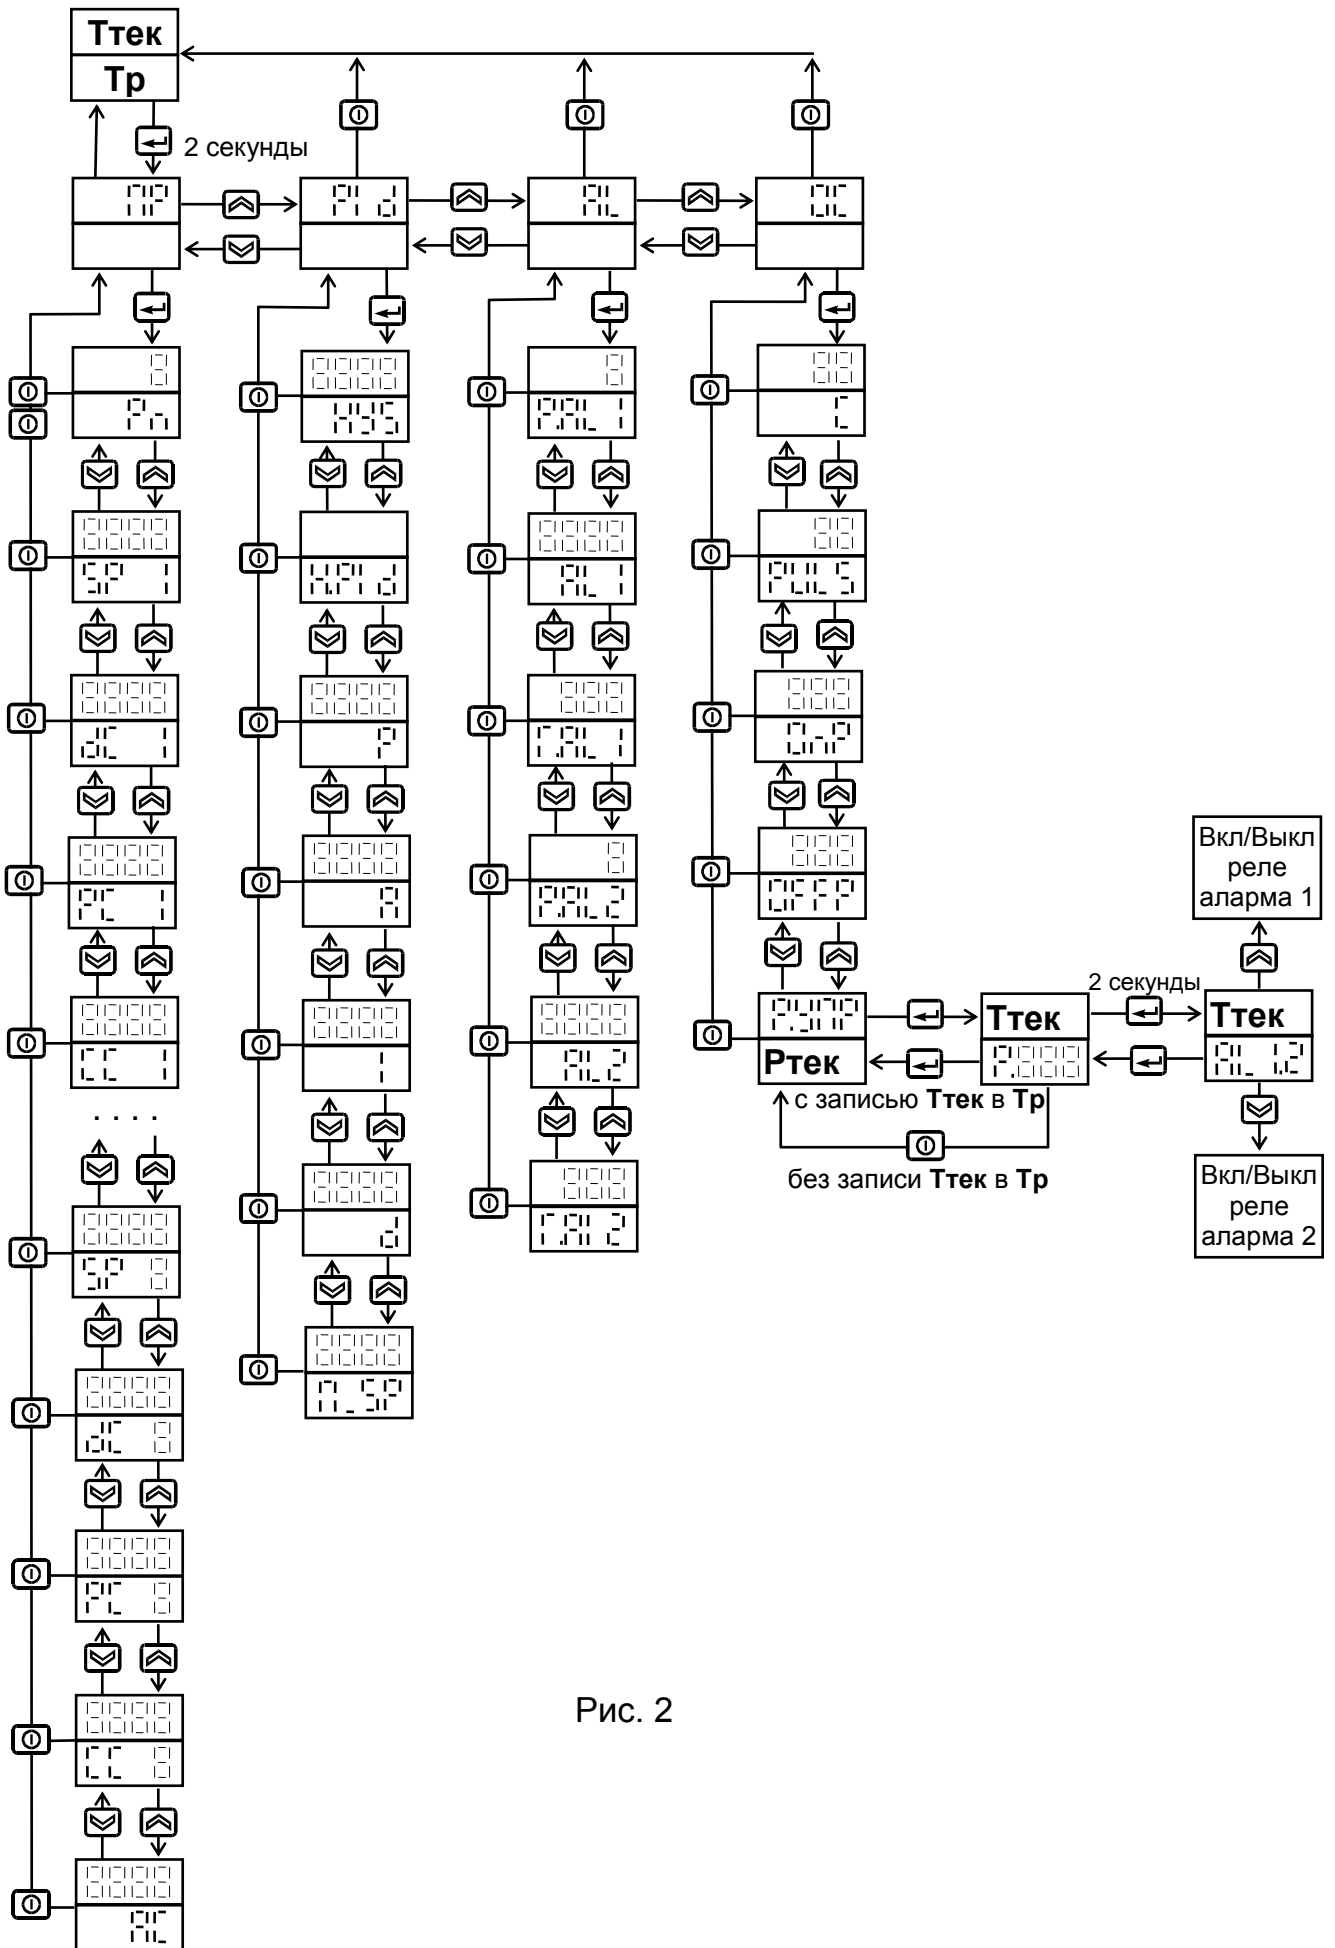

Рис. 2
- Для ввода других параметров, определяющих работу регулятора, нужно в режиме отображения текущей и заданной температуры нажать и удерживать кнопку F^{U} примерно две секунды до появления надписи P^{U} на верхнем индикаторе. Теперь из меню параметров можно выбирать и изменять те, которые необходимо (Рис. 2).